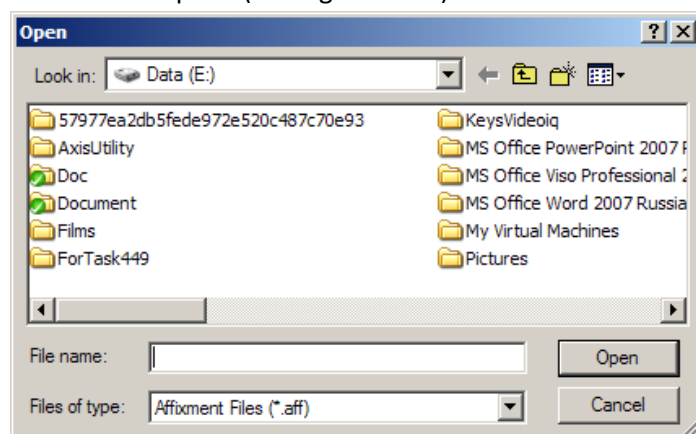

Fig. 7.4—12 Selecting the markings import file
5. Click «Apply» (see Fig. 7.4—11, 4).